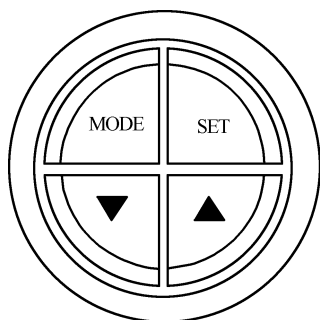

图 1-7 设置按钮识别
- 2) 同时按住驾驶人信息中心上的▲和▼按钮,如图 1-7 所示。